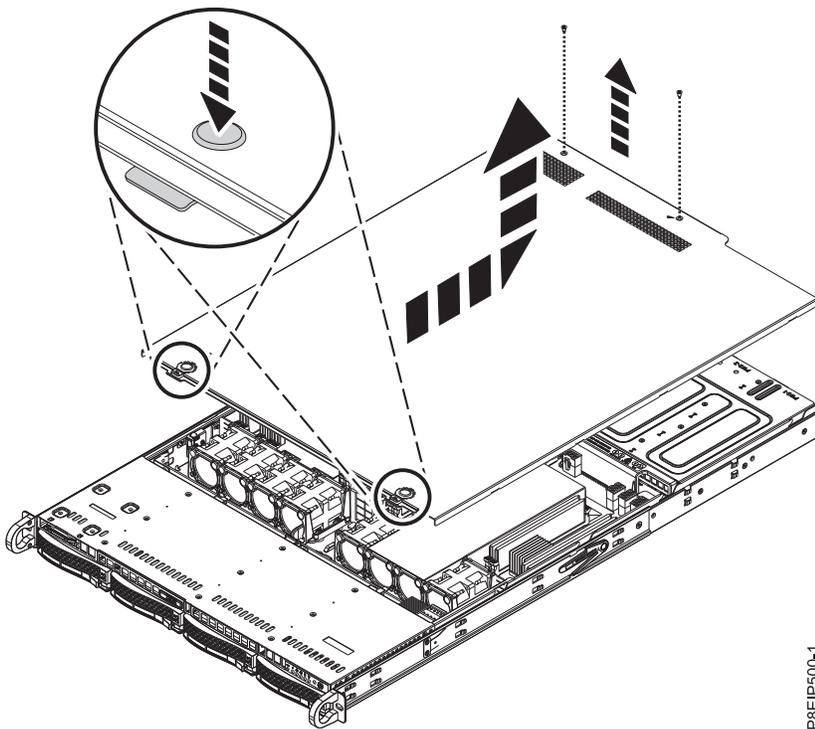

Abbildung 57. Abdeckung entriegeln und öffnen
2. Entfernen Sie die zwei Abdeckungsschrauben (1), von der Rückseite der Abdeckung.
3. Drücken Sie auf die beiden Tasten auf der oberen Abdeckung (2), um die Verriegelungen zu entriegeln (siehe Abb. 57), und drücken Sie die Abdeckung wieder etwa 1 cm bis zum Anschlag hinein. Wenn sich die Tasten nicht einfach nach unten drücken lassen, bauen Sie die Laufwerke direkt unter den Tasten teilweise aus.